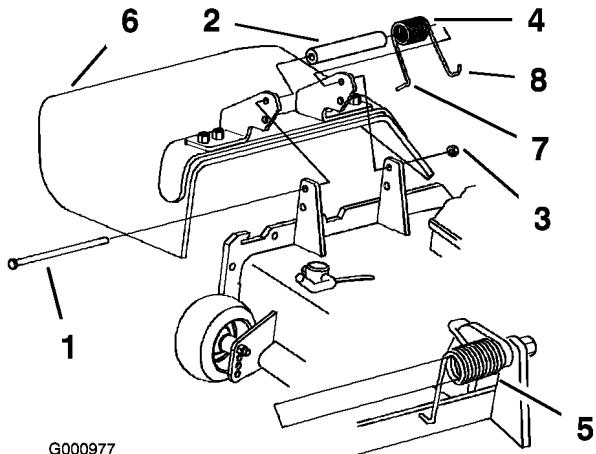

Figure 78
1. Retirez le contre-écrou, le boulon, le ressort et l'entretoise qui fixent le déflecteur aux supports de pivot (Figure 78). Enlevez le déflecteur s'il est endommagé ou usé.
Remarque: Prenez soin de placer l'extrémité en L du ressort derrière le bord du plateau avant de mettre le boulon en place, comme indiqué à la Figure 78.
3. Remettez le boulon et l'écrou. Accrochez l'extrémité en **J** du ressort au déflecteur d'herbe (Figure 78).